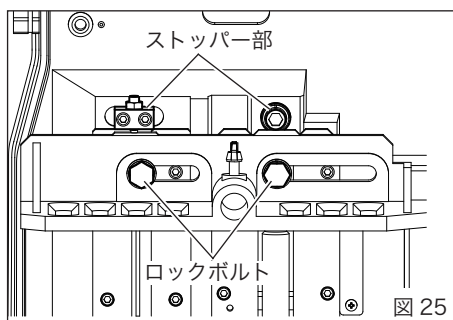
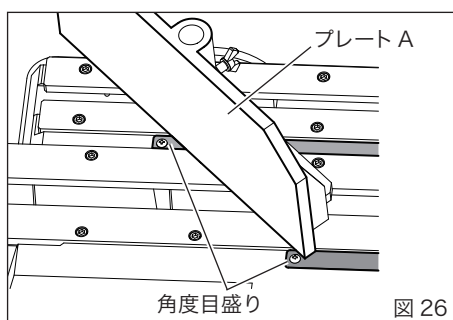
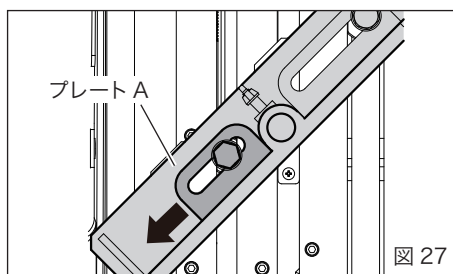

図 25
図 26
図 27
3. プレート A の角度変更 (図 25 ~ 図 27)
② プレート A のロックボルト 2 ヶ所を付属のソケットレンチで緩めます。(図 25)
③ プレート A を切断したい角度目盛り (図 26) に合わせ、プレート A の長穴とボルトの位置は図 27 の位置にします。ロックボルトをしっかりと締め付けます。
④ 前項の方法で切断材料を固定してください。
① プレート A の蝶ねじを緩め、上クランプを取り外してください。
② プレート A のロックボルト 2 カ所を付属のソケットレンチで緩めます。
③ バイスのストッパー部とプレート A のストッパー部に付着している切粉やゴミを除去してください。(図 25)
④ バイスのストッパー部とプレート A のストッパー部が密着するまでプレート A を動かしてください。
⑤ バイスノブを回し、プレート B をプレート A に軽く当ててください。
⑥ プレート A のロックボルト 2 カ所を付属のソケットレンチでしっかりと締め付けてください。
②ベース前面右側にあるスイッチを ON にし、ノコ刃を回転させます。
③ノコ刃が十分に回転速度を上げてからバルブレバーを1目盛りのところまで回し、切断材料にノコ刃を5秒間ゆっくりと当ててください。(図 26)